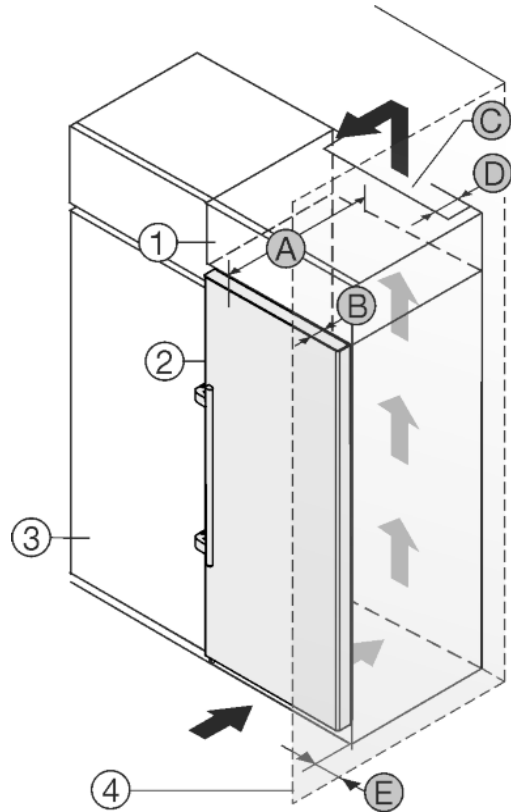

Fig. 30
Уредът може да е обграден с кухненски шкафове. За да изравните височината на уреда Fig. 30 (2) с височината на вградената кухня, над уреда може да се постави шкаф-пристройка Fig. 30 (1).
Уредът да се постави непосредствено до кухненски шкаф Fig. 30 (3). За да могат вратите да се отварят изцяло, уредът трябва да е издаден с дълбочината Fig. 30 (B) спрямо лицето на кухненския шкаф. В зависимост от дълбочината на кухненските шкафове и използването на детайли за отстояние от стената, уредът може да излезе още по-напред.
- От задната страна на шкафа-пристройка трябва да има вентилационен отвор с дълбочина *Fig. 30 (D)* по цялата ширина на шкафа-пристройка.
- Под тавана на помещението трябва да се спази сечението за вентилация *Fig. 30 (C)*.
Когато уредът се поставя с пантите до стена *Fig. 30 (4)*, трябва да бъде спазено разстоянието *Fig. 30 (E)* между уреда и стената. Това отговаря на разстоянието, с което дръжките стърчат при отворена врата.